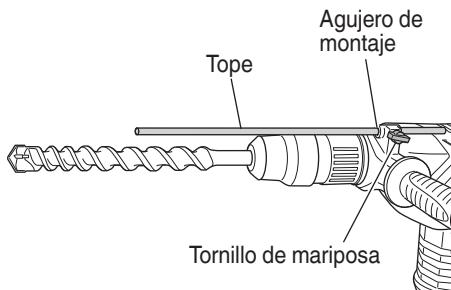

Fig. 11
- Cambia la palanca selectora a "martilleo" de acuerdo con los procedimientos mencionados en el ítem (1) anterior y asegure la posición de la herramienta.
- Instalar el tope (Fig. 11)